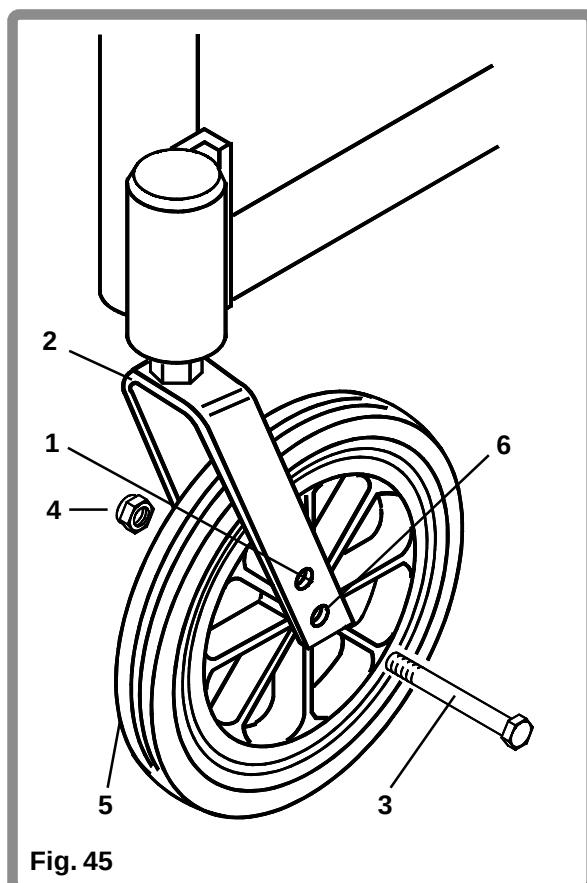

Fig. 45
Pour ajuster la hauteur de l'avant du fauteuil (Fig. 45), utilisez le trou axial supérieur (1) de la fourche de la roulette (2).